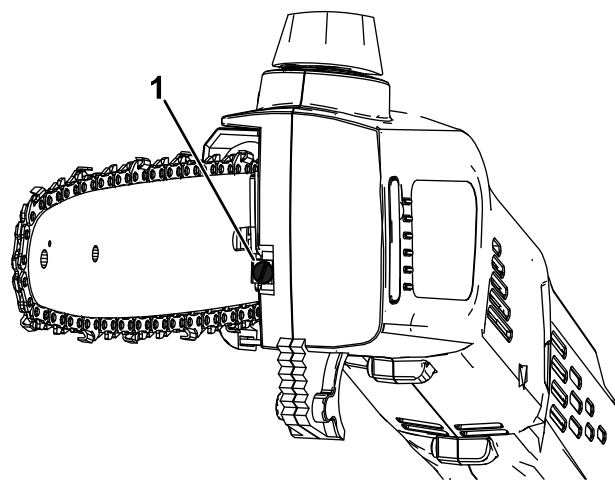

Figuur 17
4. Draai de bladbeschermerknop linksom om de bladbeschermer los te maken, maar verwijder hem niet (Figuur 17).
5. Stel de spanning van de ketting af met de kettingspanschroef (Figuur 18) en bevestig dan het zijdeksel aan de hoogsnoeier door de bladbeschermerknop rechtsom te draaien alvorens de spanning te controleren (Figuur 17).